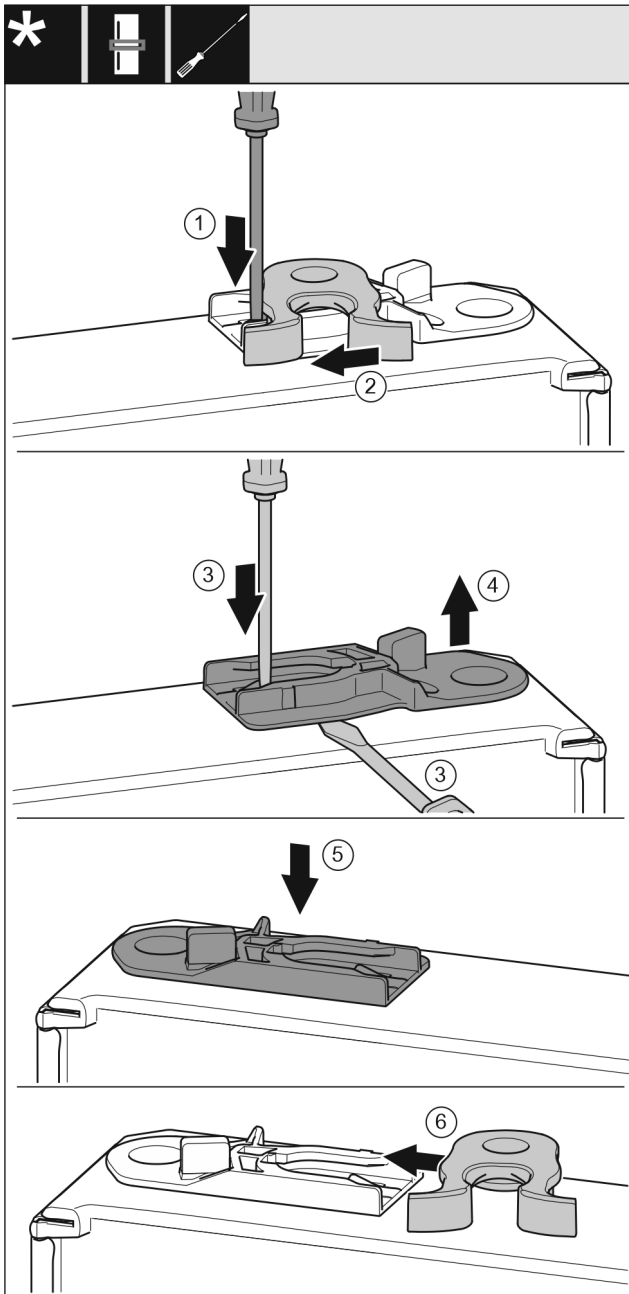

Fig. 21
- ▶ Lasche Fig. 21 (1) mit Schlitzschraubendreher nach unten drücken.
- ▶ Schließhaken Fig. 21 (2) aus Führung ziehen.
- ▶ Führungsbuchse Fig. 21 (3, 4) herausziehen: Lasche mit Schlitzschraubendreher drücken und gleichzeitig mit Schlitzschraubendreher unter Führungsbuchse fahren.
- ▶ Im Lieferumfang beiliegende Führungsbuchse Fig. 21 (5) auf anderer Gehäuseseite einschieben.
- ▶ Schließhaken Fig. 21 (6) in Führung schieben.